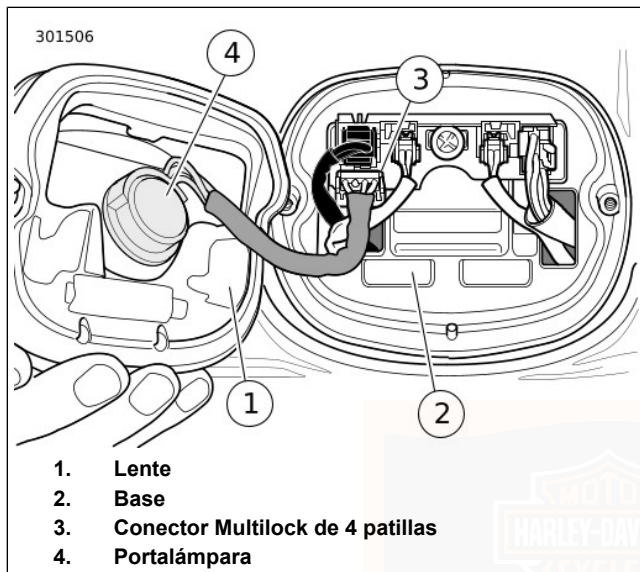

Figura 71. Conjunto de la luz trasera
2. Vea Figura 71. Desconecte el conector de la luz trasera (3).
3. Gire el portalámparas (4) 1/4 de vuelta hacia la izquierda y extráigalo del conjunto de la luz trasera. Saque la bombilla del enchufe.
2. Inserte el portalámpara (4) dentro del conjunto de la luz trasera y gírelo 1/4 de vuelta hacia la derecha.
3. Vea Figura 71. Conecte el conector de la luz trasera (3).